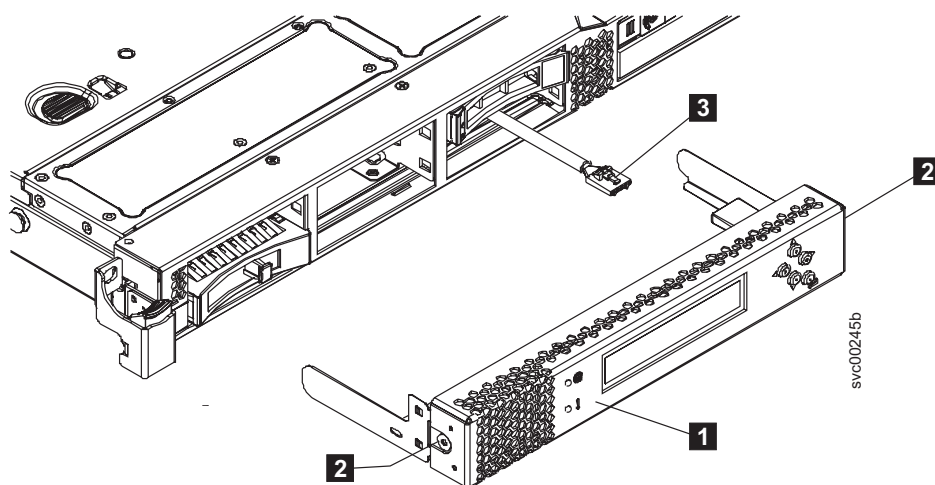

図 82. SAN ボリューム・コントローラー 2145-CG8 または 2145-CF8 サービス・コントローラー (SAN ボリューム・コントローラー 2145-CF8 の図)
1. サービス・コントローラー (図 82 の **1**) が USB ケーブル (**3**) の十分近くにある場合、必要ならケーブルをサービス・コントローラーに接続します。